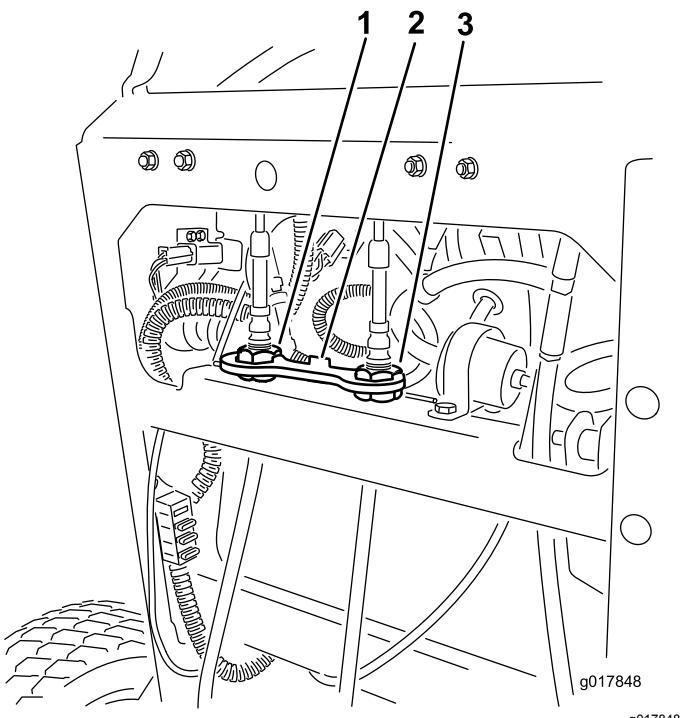

図 53
4. 右ケーブル調整器を回して、右側走行コントロールレバーがコントロールパネルのニュートラルロックスロットの中央にくるようにする図 53。